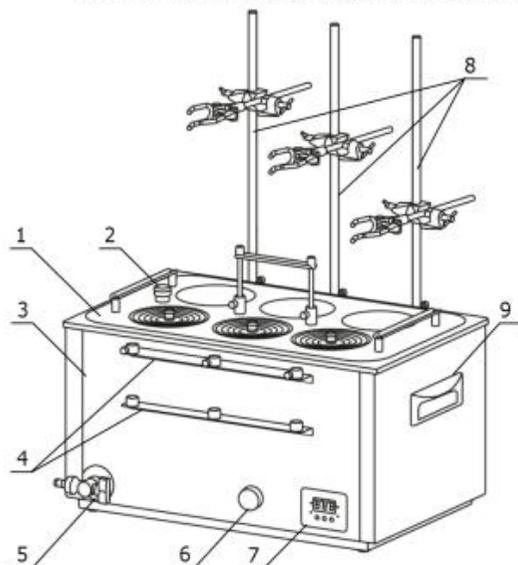

Рисунок 1 — Устройство бань лабораторных
1.4.1 Все модификации лабораторных бань ЛБ имеют сходную конструкцию ванны 3, в которую установлена корзина 1. Корзина имеет отверстие для контрольного термометра 2 и регулируемое по высоте дно. Баня имеет механический таймер 6, цифровой регулятор температуры 7 и кран для слива теплоносителя 5. Каждое рабочее место оснащено системой из пяти концентрических колец 5 (рисунок 3), позволяющей размещать в корзине емкости различного диаметра (максимальный диаметр рабочего места — 110 мм). Крышка 1 (рисунок 3) закрывает отверстие в наименьшем из колец при неиспользовании рабочего места. Штативы с лапками 8 (рисунок 1) предназначены для установки в вертикальное положение и фиксации высоких и неустойчивых емкостей.
2.2.7 При необходимости установить в вертикальное положение и закрепить высокую и неустойчивую емкость использовать бани, оснащенные штативами 8 (рисунок 1). В этом случае необходимо вставить трубку штатива 9 (рисунок 5) во втулку верхней планки 10, опустить до упора во втулку нижней планки 12 и зафиксировать крепежным винтом 11.
2.2.8 При проведении работ по очистке бани, слить теплоноситель через сливной кран 5 (рисунок 1).